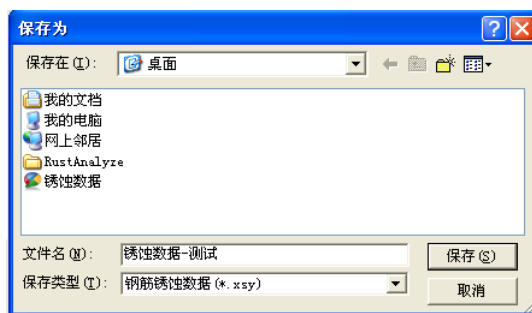

图 4-11 另存为
- 3、选择保存：将当前处理的结果中选中的测区保存成新的构件文件。如图 4-11 所示。从 **保存在** 框中选取要保存文件所在的文件夹，在文件名框中输入文件名后按 **保存**，即可将文件保存。